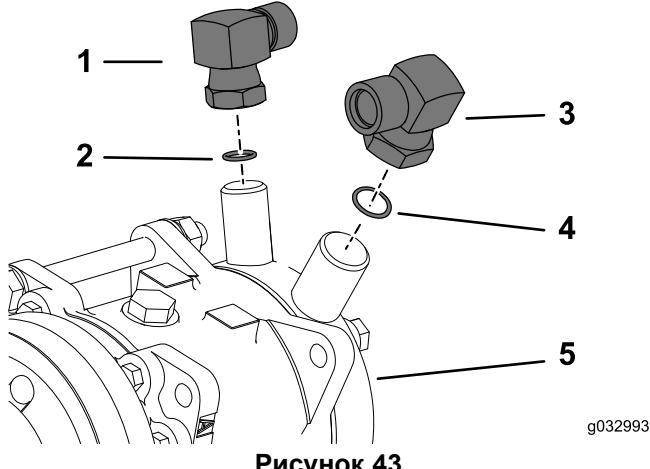

Рисунок 43
1. Установите прямоугольный штуцер (7/8 дюйма) и уплотнительное кольцо (размер 8) во впускное отверстие низкого давления насоса системы кондиционирования воздуха (Рисунок 43).
отверстие высокого давления насоса системы кондиционирования воздуха (Рисунок 43).